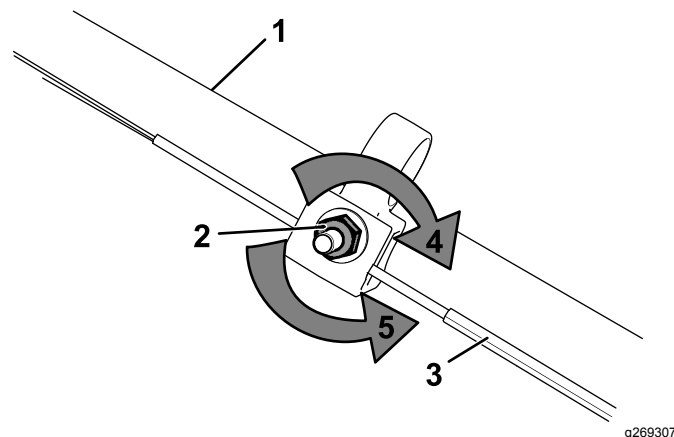

Рисунок 35
1. Поверните регулировочную гайку против часовой стрелки, чтобы ослабить натяжение троса (Рисунок 35).
2. Отрегулируйте натяжение троса (Рисунок 35), потянув его назад или вперед, затем удерживайте в этом положении.